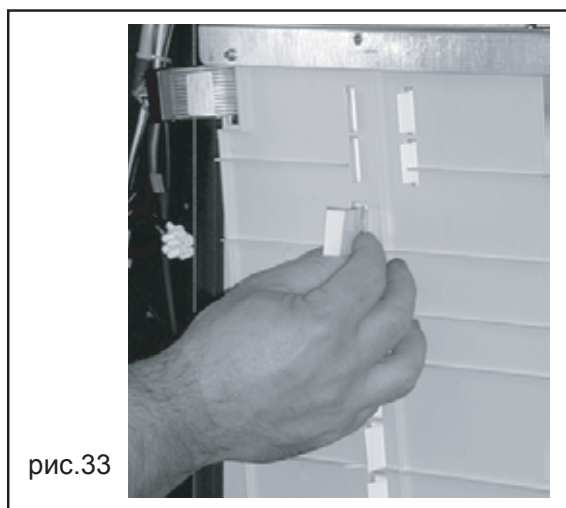

рис.33
- вставьте этикетки в нужном порядке, заранее установив на них цены каждого напитка (рис. 33);